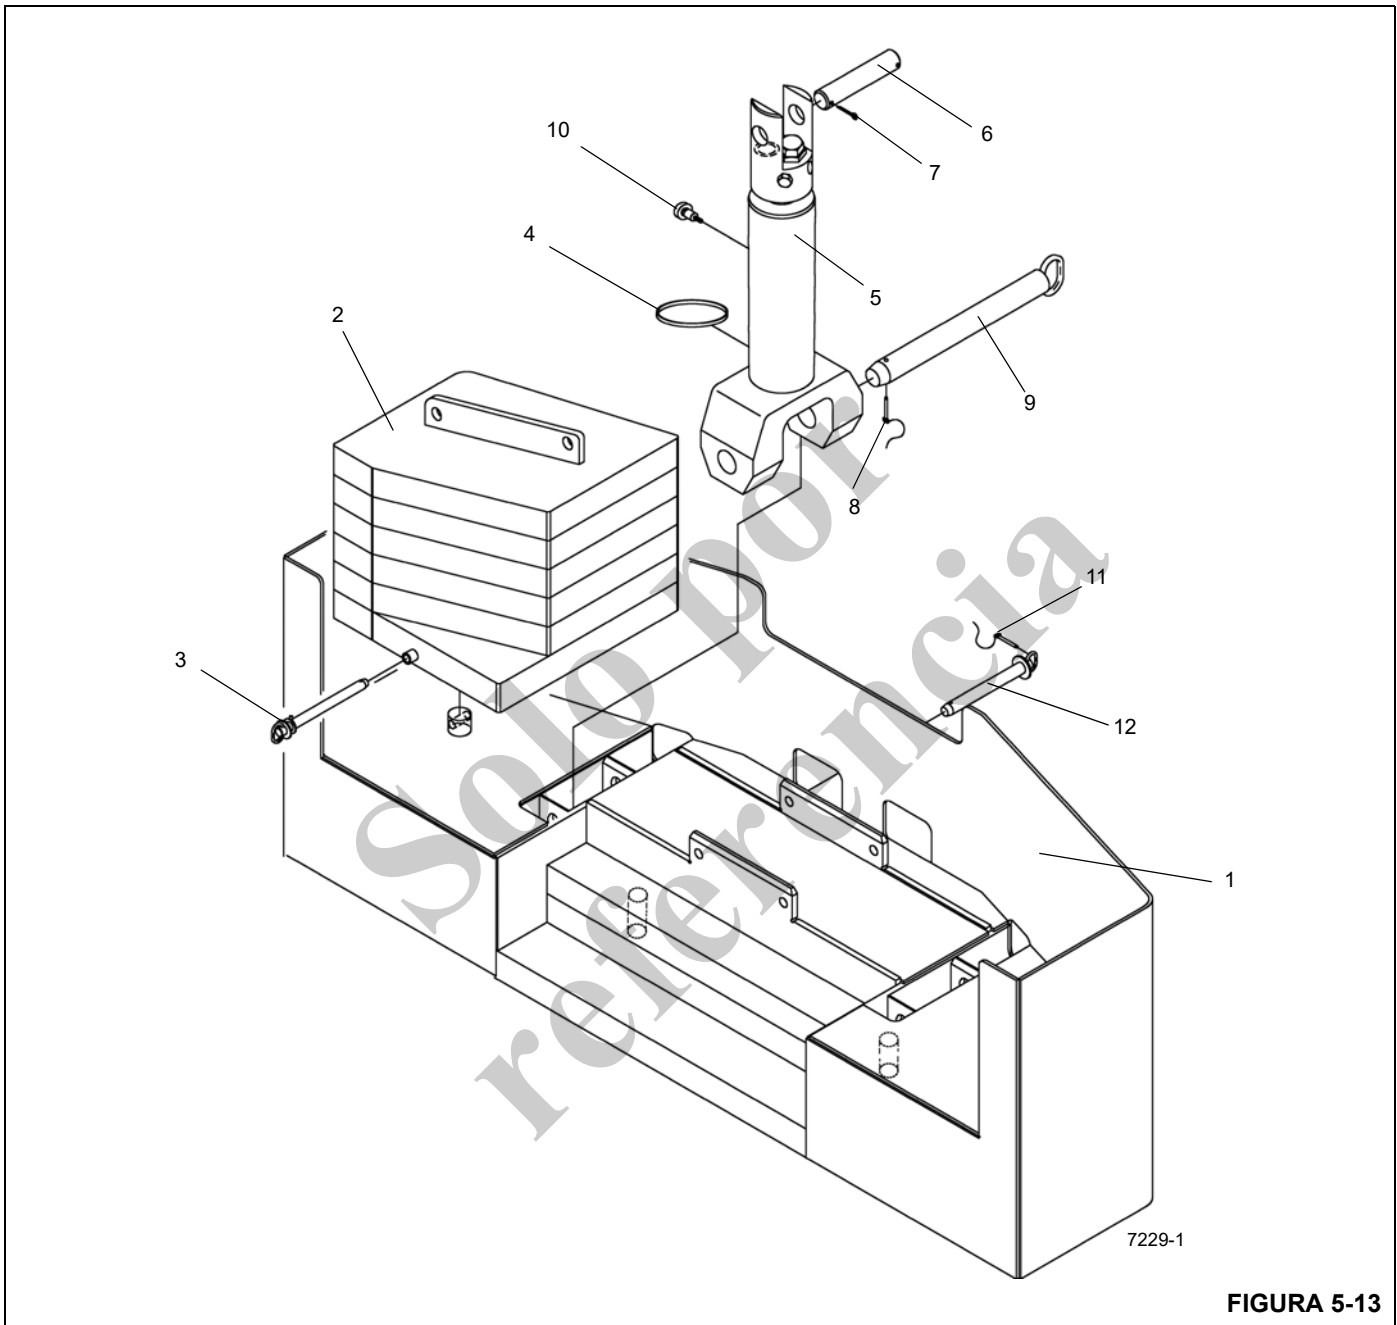

FIGURA 5-13
Se prohíbe ajustar los soportes del pedestal de contrapeso (1) (Figura 5-12) cuando el contrapeso (1) (Figura 5-13) está apoyado sobre ellos.
- Al instalar el contrapeso (1) (Figura 5-13), asegúrese que los dos pasadores hidráulicos de montaje de la estructura del malacate auxiliar (7) (Figura 5-14) estén completamente extendidos y que los pasadores de retención estén en su lugar antes de elevar el contrapeso.
- Antes de quitar los pasadores de la estructura del malacate auxiliar (7) (Figura 5-14), baje y apoye seguramente todos los contrapesos. Antes de bajar la estructura del malacate auxiliar (7) (Figura 5-14), asegúrese que la estructura esté correctamente apoyada por los cilindros de retiro de contrapeso (5) (Figura 5-13) y que ambos pasadores hidráulicos de montaje estén completamente retraídos.
6. No desconecte las líneas de los cilindros de retiro del contrapeso (5) (Figura 5-13) por el momento.
NOTA: Podría ser necesario retraer los cilindros de retiro de contrapeso (5) (Figura 5-13) para quitar el peso de los pasadores (12) (Figura 5-13) que fijan el contrapeso a la estructura del malacate auxiliar.
7. Retire los pasadores de enganche (11) (Figura 5-13) y los pasadores de fijación de contrapeso a la estructura del malacate (12) (Figura 5-13). Éstos son accesibles a través de los agujeros en la parte trasera del contrapeso (1) (Figura 5-13).
8. Utilice las palancas de retiro (6) (Figura 5-14) para extender los cilindros de retiro (5) (Figura 5-13) y cuidadosamente baje el contrapeso (1) (Figura 5-13) sobre sus soportes.
11. Retraiga los cilindros de retiro de contrapeso (5) (Figura 5-13) y cuidadosamente baje la estructura del malacate auxiliar (7) (Figura 5-14) sobre el contrapeso.
13. Fije el contrapeso (1) (Figura 5-13) a la estructura del malacate auxiliar (7) (Figura 5-14) con los pasadores de fijación (12) (Figura 5-13) del contrapeso a la estructura del malacate y los pasadores de enganche (11) (Figura 5-13).
No intente separar la estructura del malacate auxiliar (7) (Figura 5-14) del contrapeso (1) (Figura 5-13) cuando está en el pedestal de contrapeso (1) (Figura 5-12). La estructura del malacate auxiliar (7) (Figura 5-14) puede chocar contra el contrapeso (1) (Figura 5-13) y hacerlo caer del pedestal.
Con el contrapeso pesado retirable opcional (2) (Figura 5-13), no utilice las orejetas de elevación del contrapeso para levantar el contrapeso y la estructura del malacate auxiliar. Las orejetas de elevación del contrapeso pesado han sido diseñadas exclusivamente para levantar el contrapeso pesado retirable.
15. Fije un dispositivo de elevación adecuado con eslingas a la estructura del malacate auxiliar (7) (Figura 5-14). Utilice la grúa para transferir cuidadosamente la estructura del malacate auxiliar (7) (Figura 5-14) y el contrapeso (1) (Figura 5-13) al suelo o a un vehículo de transporte apropiado.
NOTA: El paso 16 corresponde al contrapeso pesado retirable (2) (Figura 5-13).
16. Si se desea, reduzca el peso del contrapeso retirando los dos miembros soldados (2) (Figura 5-13) del contrapeso. Para retirar los miembros soldados, conecte un dispositivo de elevación adecuado con eslingas a las orejetas de elevación. Extraiga los pasadores para soltar los miembros soldados del contrapeso. Utilice el dispositivo de elevación para retirar los miembros soldados.
Arme el contrapeso estándar retirable (1) (Figura 5-13) y la estructura del malacate auxiliar (7) (Figura 5-14) sobre el suelo o sobre un vehículo de transporte adecuado. No intente armarlos en el pedestal de contrapeso. La estructura del malacate auxiliar puede chocar contra el contrapeso y hacerlo caer del pedestal.
Arme el contrapeso pesado retirable (2) (Figura 5-13) y la estructura del malacate auxiliar (7) (Figura 5-14) sobre el suelo o sobre un vehículo de transporte adecuado. No intente armarlos en el pedestal de contrapeso (1) (Figura 5-12). La estructura del malacate auxiliar (7) (Figura 5-14) puede chocar contra el contrapeso y hacerlo caer del pedestal.
El conjunto de contrapeso pesado retirable (2) (Figura 5-13) debe instalarse con los dos contrapesos pesados. El uso de solamente un contrapeso pesado puede resultar en una grúa inestable.
NOTA: El paso 3 corresponde al contrapeso pesado retirable (2) (Figura 5-13).
3. Fije un dispositivo de elevación adecuado con eslingas a cada orejeta de elevación de miembro soldado del contrapeso pesado. Utilice el dispositivo de elevación para instalar cuidadosamente los dos miembros soldados (2) (Figura 5-13) del contrapeso pesado en su lugar en la estructura del malacate auxiliar (7) (Figura 5-14). Fije los miembros soldados en su lugar con los pasadores.
4. Utilice un dispositivo de elevación adecuado con eslingas fijado a la estructura del malacate auxiliar (7) (Figura 5-14) para colocar cuidadosamente la estructura del malacate auxiliar (7) (Figura 5-14) en el contrapeso (1) (Figura 5-13).
5. Fije el contrapeso (1) (Figura 5-13) a los cilindros de retiro del contrapeso (5) (Figura 5-13) con los pasadores de fijación de cilindro a contrapeso (9) (Figura 5-13) y los pasadores de enganche (8) (Figura 5-13). Fije el contrapeso (1) (Figura 5-13) a la estructura del malacate auxi-
liar (7) (Figura 5-14) con los pasadores de fijación (12) (Figura 5-13) del contrapeso a la estructura del malacate y los pasadores de enganche (11) (Figura 5-13).
10. Retire los pasadores de enganche (8) (Figura 5-13) y los pasadores de fijación de contrapeso a la estructura del malacate (9) (Figura 5-13) para liberar la estructura del malacate auxiliar (7) (Figura 5-13) del contrapeso (1) (Figura 5-13).
11. Utilice las palancas del contrapeso (6) (Figura 5-14) para extender completamente los cilindros de retiro de contrapeso (5) (Figura 5-13) y cuidadosamente eleve la estructura del malacate auxiliar (7) (Figura 5-14) para alcanzar las placas adosadas en la plataforma de giro.
14. Retraiga los cilindros de retiro de contrapeso (5) (Figura 5-13) y eleve cuidadosamente el contrapeso (1) (Figura 5-13) a su posición de instalación (de trabajo).
15. Fije el contrapeso (1) (Figura 5-13) a la estructura del malacate auxiliar (7) (Figura 5-14) con los pasadores de
fijación (12) (Figura 5-13) del contrapeso a la estructura del malacate.
16. Extienda lentamente los cilindros de retiro de contrapeso (5) (Figura 5-13) hasta que los pasadores de montaje del contrapeso al malacate (12) (Figura 5-13) acepten el peso del contrapeso (1) (Figura 5-13).